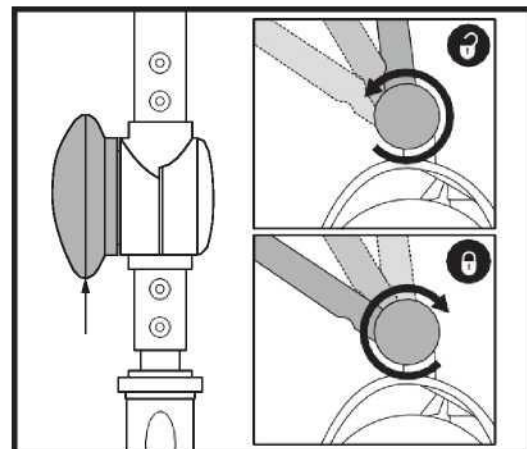

Figura 23. Pomo de ajuste del manillar
AJUSTE DEL ÁNGULO DEL MANILLAR (Ver Figura 23)
1. Con el asiento y la batería extraídos (consulte los procedimientos de desmontaje en la página anterior), baje el manillar y apriete el pomo de ajuste del manillar. **Ver Figura 23.**
3. Levante el manillar y apriete totalmente el pomo de ajuste del manillar. **Ver Figura 23.**